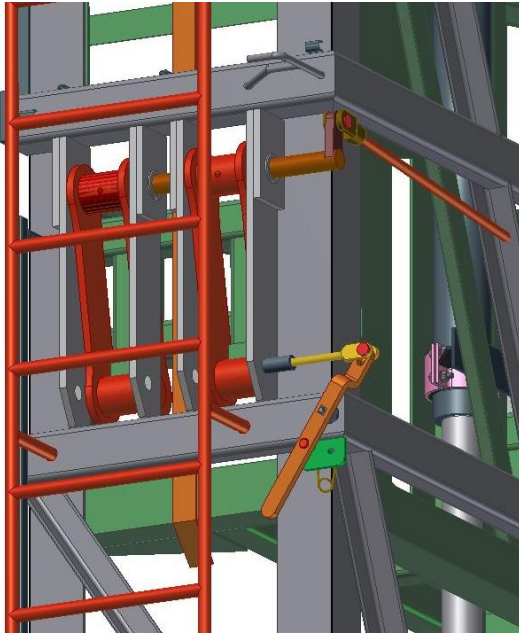

Fig. 11
**ATENȚIE!** În fig.11 și 12 este simulată o așezare incorectă a sprijinului înclinat pe boltul zalei: în acest caz maneta de asigurare a zavorării nu se poate fixa în “poziția blocat”.
- așezarea incorectă a sprijinului înclinat pe boltul zalei (fig. 11 și 12): în acest caz maneta de asigurare a zavorării nu se poate fixa în “poziția blocat”. Sondorul coboară de pe scară și repetă ultima parte a telescopării și zăvorârea, până când zăvorârea este corectă;